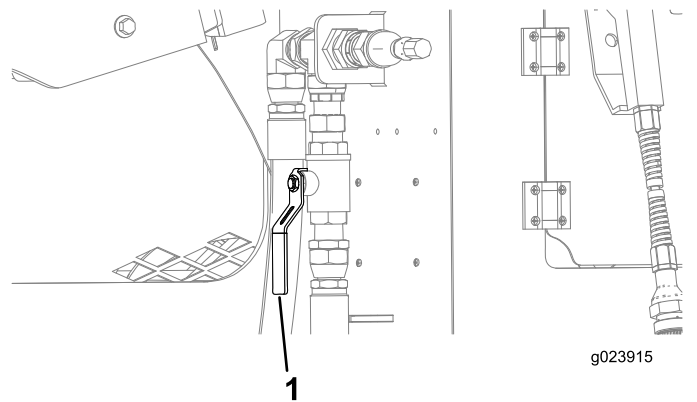

Figura 131
- B. Abra a válvula próxima ao compartimento traseiro (Figura 131).